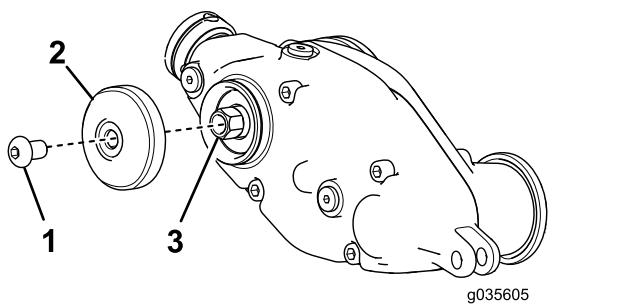

図 13
7. ユニバーサルグルーマアセンブリ後ローラブラシキットを取り付けない場合のみアウターカバーを取り付ける六角ソケットボタンヘッド付きねじ $5/16 \times \frac{1}{2}$ "で図 13のように取り付ける。